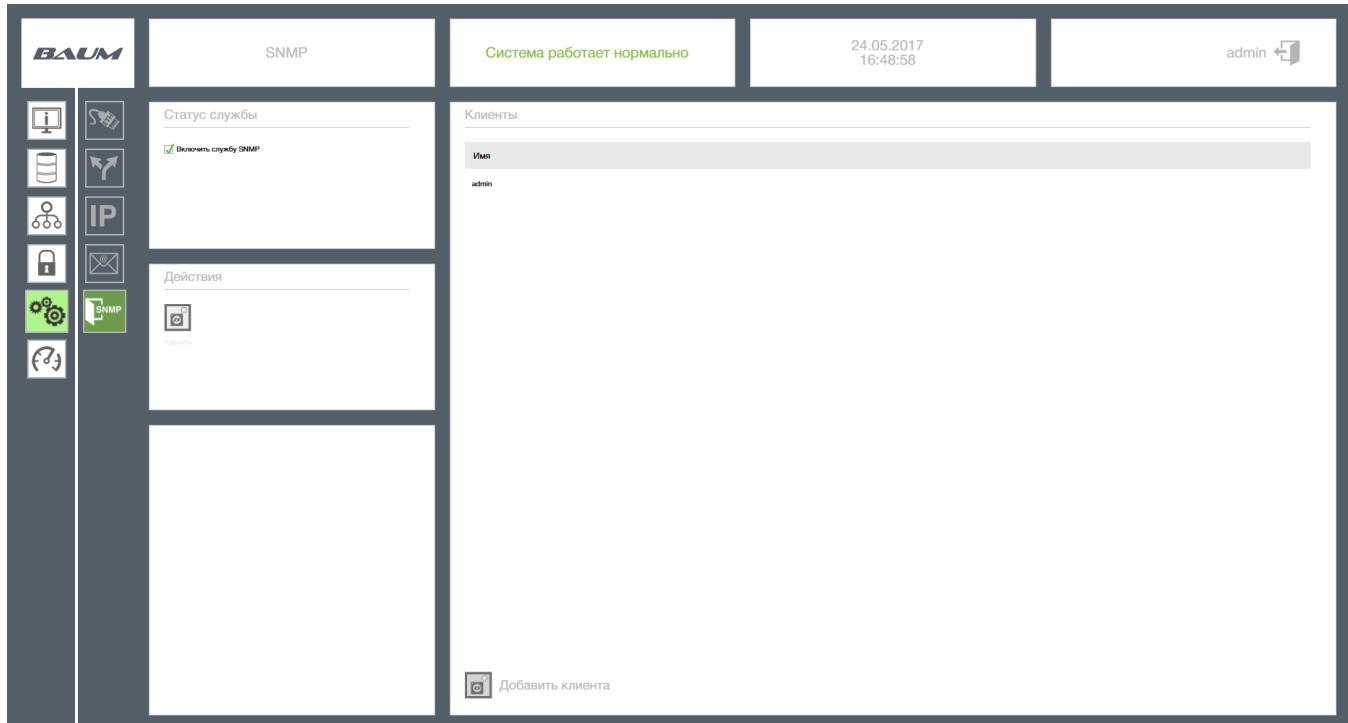

Рисунок 15 – Настройка SNMP уведомлений
- 3) Включить службу SNMP можно в окне слева «Статус службы», отметив пункт «Включить службу SNMP» (см. Рисунок 15).